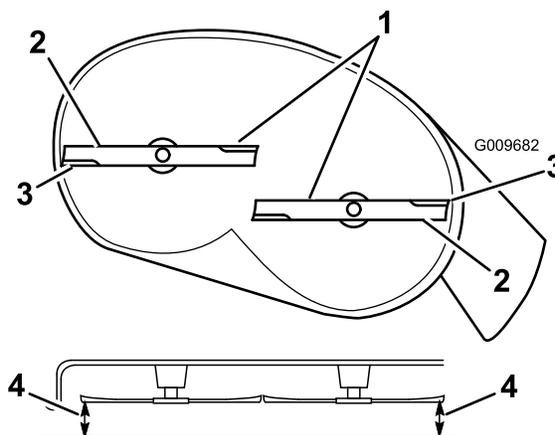

Figure 52
4. Faites pivoter les lames avec précaution pour qu'elles soient toutes parallèles (Figure 52).
5. Mesurez la distance entre les tranchants extérieurs et le sol plat (Figure 52).